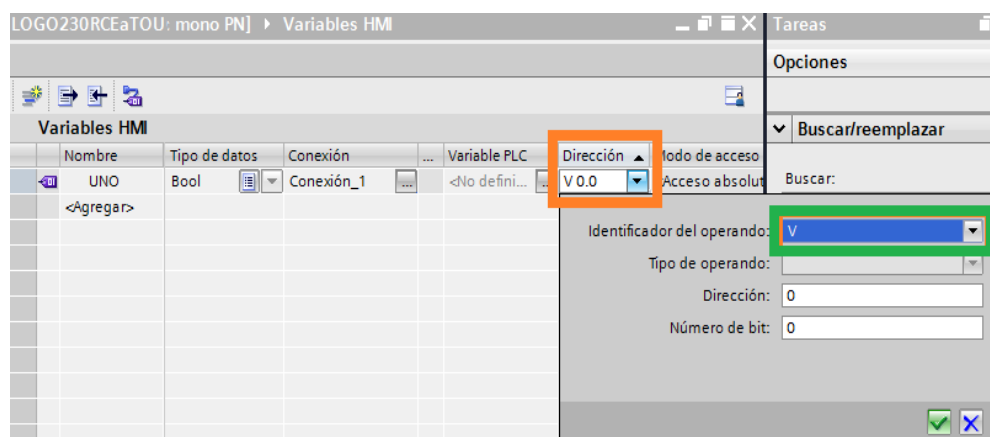

Figura 139: Selección de dirección de la variable.
- En caso de agregar más switches a la pantalla touch Figura 139, realizar los mismos pasos antes mencionados.